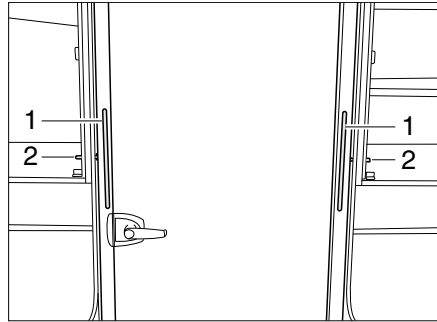
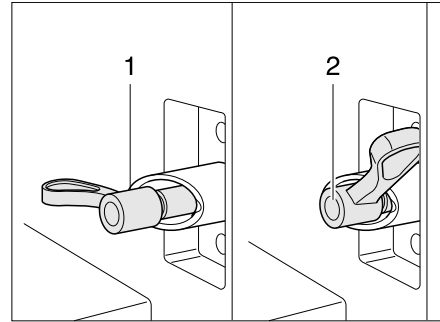

Bild 228 Toilettenraum, hineingeschoben
Bild 229 Verriegelung Toilettenraum
- Kleiderschranktüren auf beiden Seiten des Toilettenraums öffnen (Bild 228).
- Auf beiden Seiten die Federriegel (Bild 228,2) eine halbe Umdrehung drehen. Der Flügel des Verriegelungshebels muss an der höchsten Stelle der abgechrägten Hülse stehen (Bild 229,1).
- Toilettenraum ohne zu verkanten an den Griffen (Bild 228,1) bis zum Anschlag herausziehen.
- Die Federriegel auf beiden Seiten eine halbe Umdrehung zurückdrehen und einrasten lassen (Bild 229,2).
- Toilettenraum ohne zu verkanten an den Griffen (Bild 228,1) bis zum Anschlag hineinschieben.